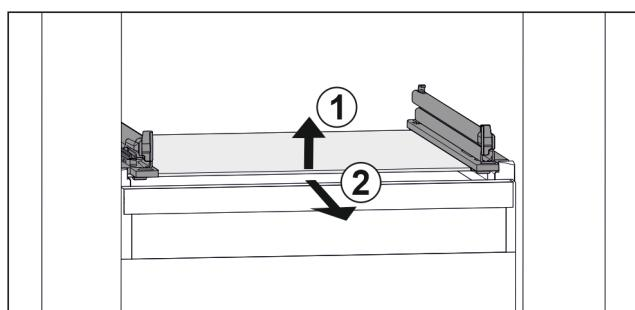

Fig. 107 玻璃隔板例图
- 抬起玻璃隔板前部。 Fig. 107 (1)
- 向前取出玻璃隔板。 Fig. 107 (2)